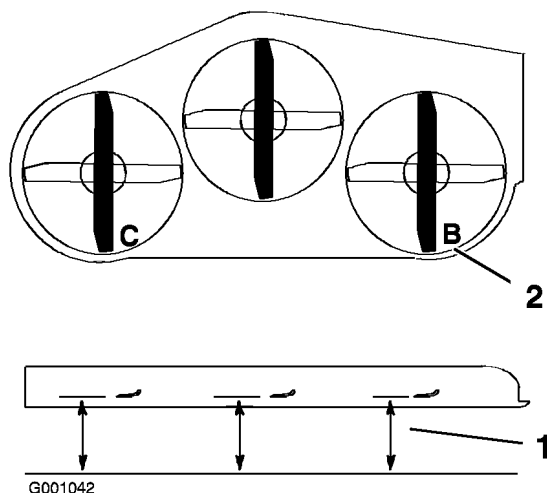

Figura 60
1. Coloque la cuchilla **derecha** en posición longitudinal (Figura 60).
2. Mida la cuchilla derecha en la posición **B** desde una superficie nivelada hasta el filo de corte del extremo de la cuchilla (Figura 60).
4. Coloque la cuchilla izquierda en posición longitudinal (Figura 60).
5. Mida la cuchilla izquierda en la posición **C** (Figura 60) desde una superficie nivelada hasta el filo de corte del extremo de la cuchilla.